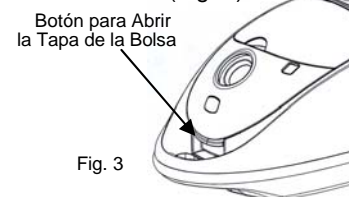

Fig. 3
2. Presione el botón para destrabar la tapa de la bolsa y abra a tapa. (Fig. 3)